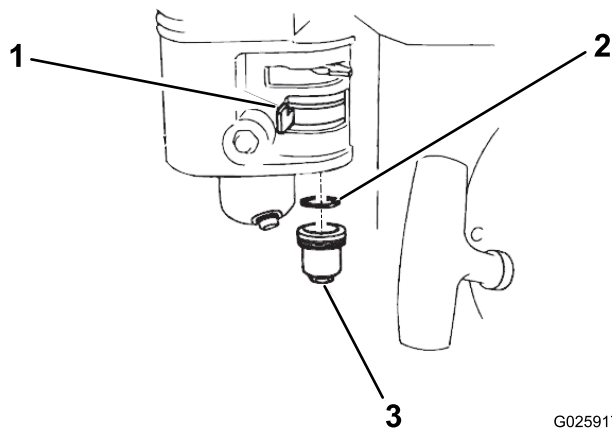

图32
1. 将燃油阀移至“关闭”位置，然后取出燃油沉淀杯和 O 形圈（图32）。